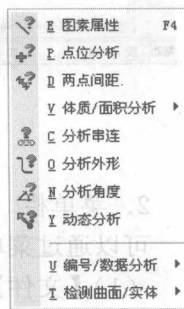

图 1-5 分析菜单项
(4) 【分析】: Mastercam 提供了强大的分析功能, 用户可以利用【分析】菜单项对屏幕上图形点、圆弧和样条曲线的数据等属性进行分析, 如图 1-5 所示。